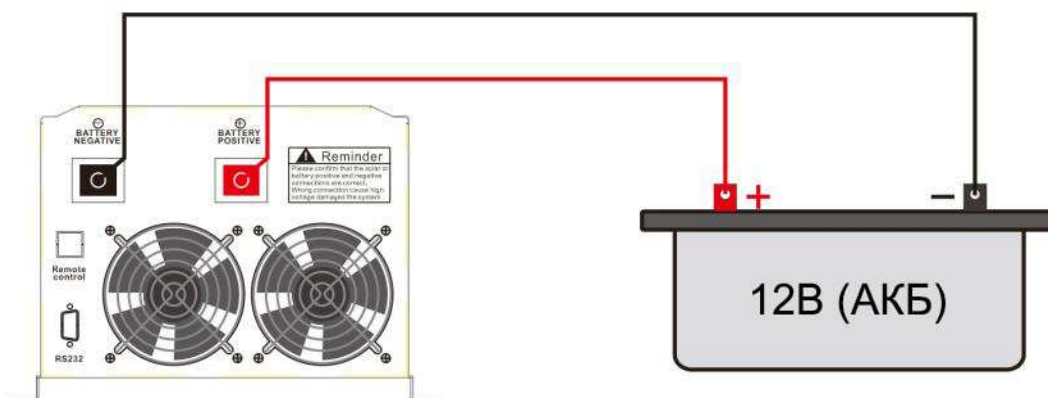

Рис.3
1.1 Схема подключения 12 В: (Рис.3)